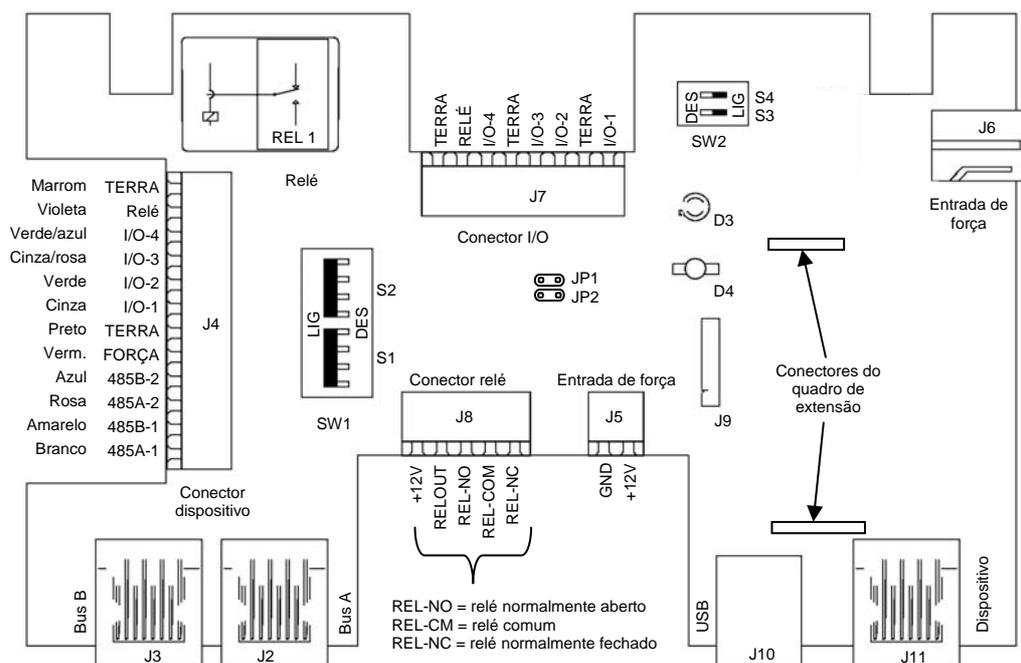

Figura 2: Disposição de impressão da unidade de conexão
- B. Os conectores J4, J5, J7 e J8 (veja Figura 2) podem ser removidos da placa de circuito impresso de modo a realizar as conexões necessárias. Para criar a saída do cabo, destaque a(s) abertura(s) da parte inferior da placa. Coloque a parte inferior da placa, com a placa de circuito impresso, na placa de ancoragem.